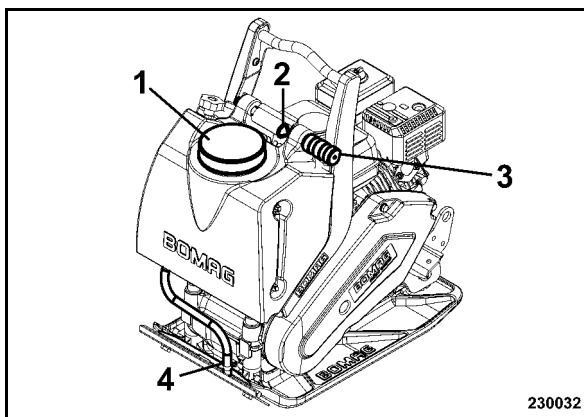

рис. 43
- Открыть крышку (1) на баке для воды (рис. 43) и залить чистую воду.